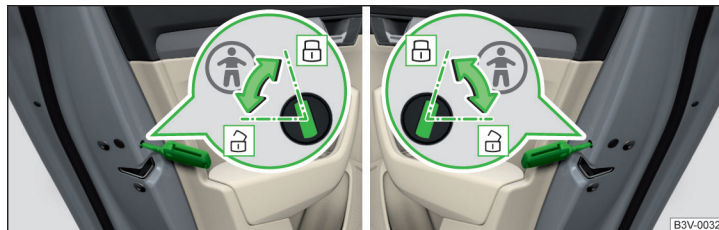

Fig. 38 Puerta posterior: Conectar/desconectar el seguro para niños
- ▶ Para **encender**, girar el fusible con la llave del vehículo en la posición  » fig. 38.